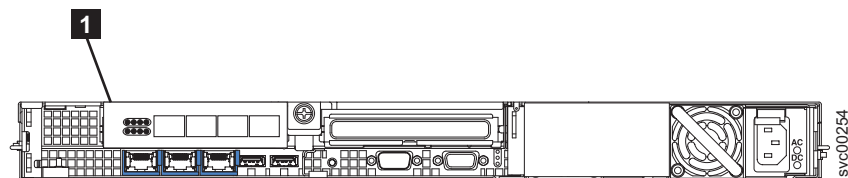

図 200. ファイバー・チャネル・ポートを示した SAN ボリューム・コントローラー 2145-8G4 の背面図
4. ノードから取り外してあった各ケーブルを再度取り付け、ファイバー・チャンネル・ケーブルを、取り外した時と同じポートに再度取り付けたことを確認します。621 ページの図 200 は、ファイバー・チャンネル・ポートの位置を示しています。